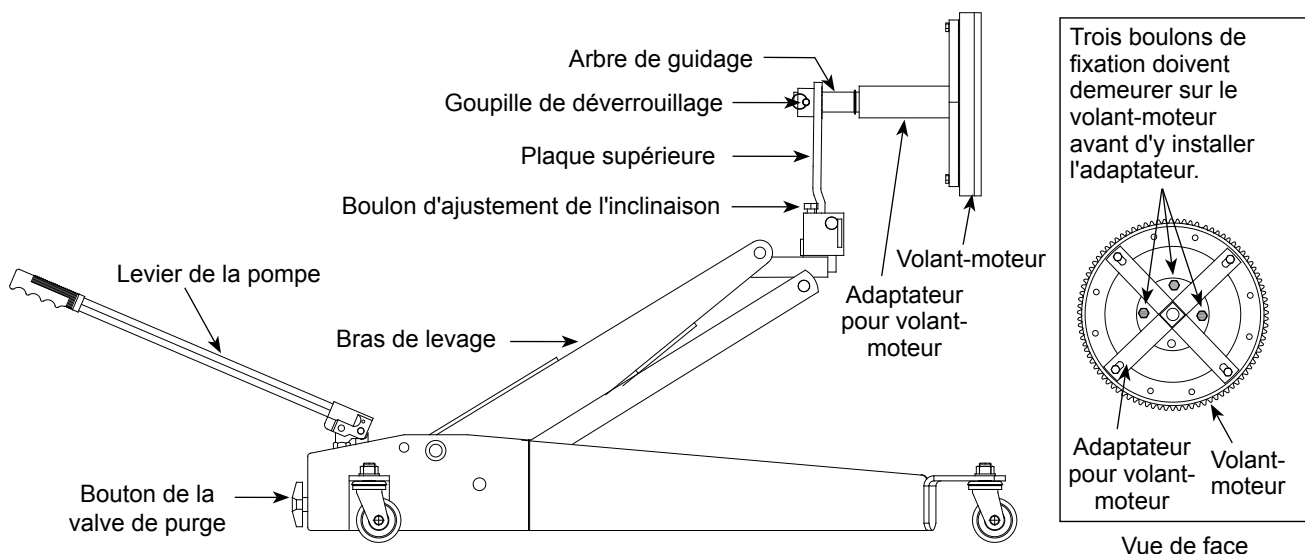

Figure 4 : Illustration d'utilisation de l'adaptateur pour volant-moteur
1. Enlevez tous les boulons de fixation du volant-moteur (les boulons qui fixent le volant-moteur à l'arbre à cames), à l'exception des trois boulons indiqués sur la figure 4.
2. Installez l'adaptateur pour volant-moteur comme montré à la figure 4. Fermez complètement le bouton de la valve de purge. Actionnez le levier du cric pour soulever le bras de levage et alignez l'adaptateur pour volant-moteur vis-à-vis du volant-moteur à l'aide du boulon d'ajustement de l'inclinaison.
1. Fermez la valve de purge à l'aide du bouton, actionnez le levier du cric et soulevez le volant-moteur pour le mettre à la position indiquée sur la figure 4. Ajustez la position du volant-moteur avec le boulon d'ajustement de l'inclinaison pour l'aligner sur l'arbre à cames.